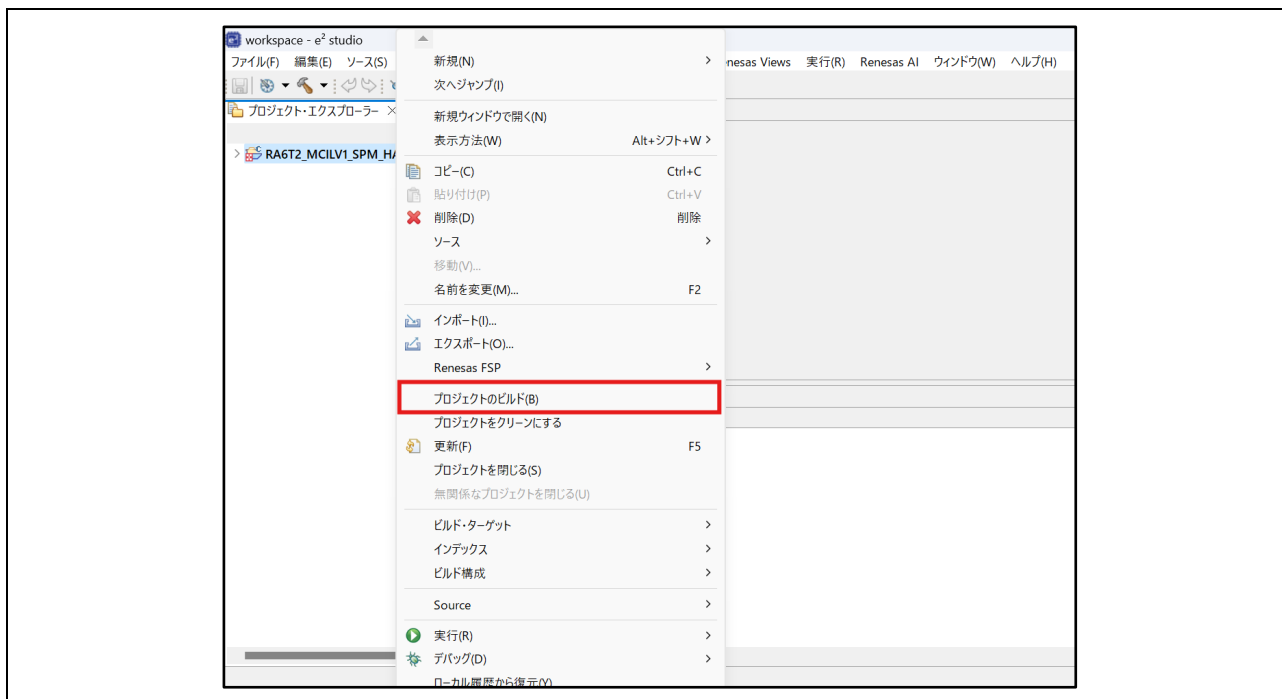

図 6-14 プルダウンメニュー
6. 正しくターゲットプロジェクトが読み込まれると図 6-14 のようになるので、確認して〈終了〉を左クリックします。